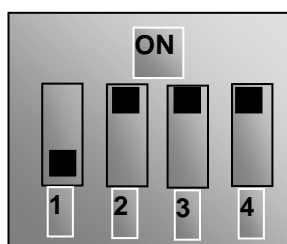

Figura 8-5
- xiii. El terminal de salida analógica AO1 puede emitir una señal de tensión y corriente; el interruptor de selección es el J5; consulte la Figura 8-5, la relación de emisión se muestra en la Tabla 8-3.